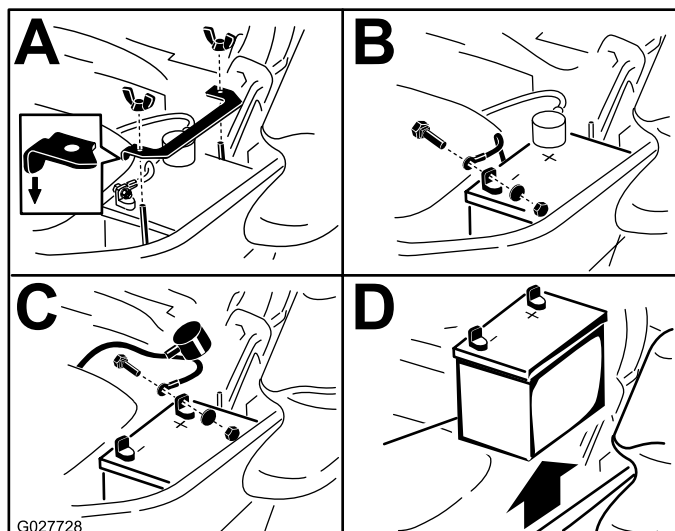

Bild 61
- Klemmen Sie zunächst das Minuskabel (schwarz) vom Minuspol (-) (schwarz) der Batterie ab (Bild 61).
- Schieben Sie die rote Polkappe vom Pluspol (rot) der Batterie ab, und klemmen Sie das Pluskabel (+) (rot) ab (Bild 61).
- Nehmen Sie die Flügelmutter ab, mit denen die Batterieklemme befestigt ist (Bild 61).
- Nehmen Sie die Klemme ab (Bild 61).
- Legen Sie die Batterie in den Ständer, sodass die Klemmen auf der anderen Seite des Hydraulikbehälters sind (Bild 61).
- Befestigen Sie die Kabel mit zwei Schrauben, zwei Scheiben und zwei Sicherungsmuttern (Bild 61).
- Setzen Sie die Klemme auf und befestigen Sie sie mit der Flügelmutter (Bild 61).